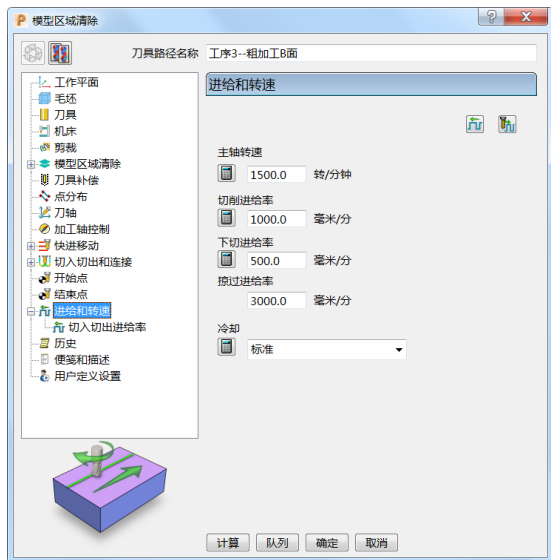
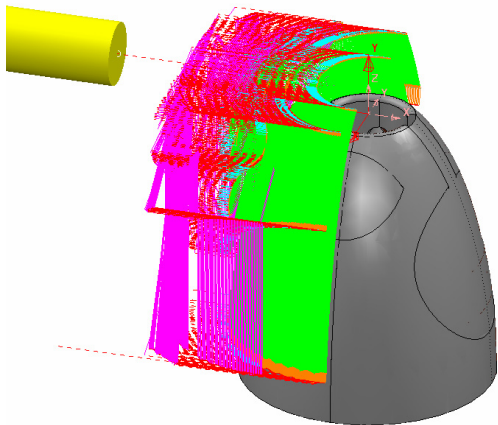

图 5-21
图 5-22
10) 进给和转速: 设定主轴转速 1500.0r/min、切削进给率 1000.0mm/min、下切进给率 500.0mm/min、掠过进给率 3000.0mm/min, 标准冷却。(图 5-21)
11) 单击图 5-21 中的“计算”按钮，刀具路径如图 5-22 所示。